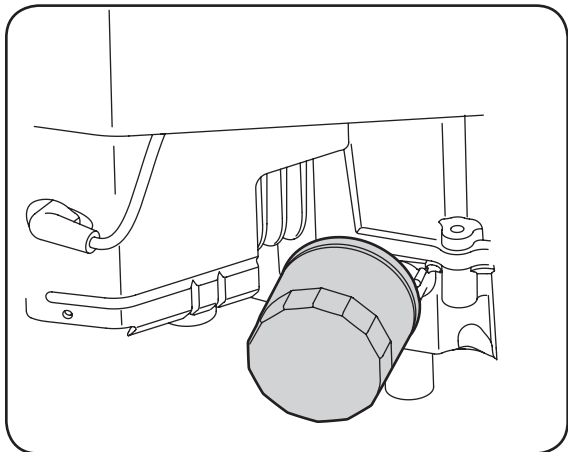

Figure 18
- Enlevez le filtre à huile sur la gauche du moteur en vous servant d'une clé à filtre à huile de type automobile (Voir la Figure 18). Essayez l'adaptateur du filtre avec un chiffon propre.